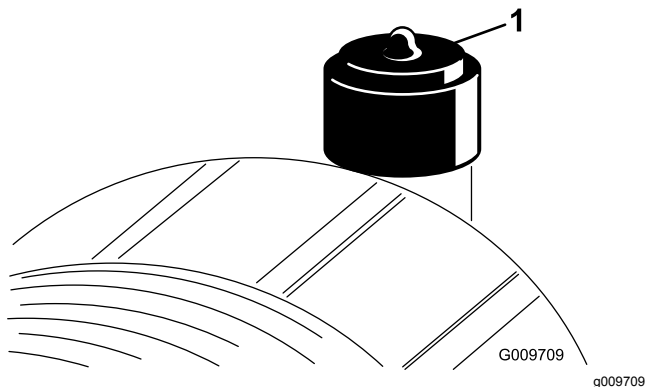

図 29
エアクリーナの整備はインジケータ図 29が赤色になってから行ってください。早めに整備を行っても意味がありません。むしろフィルタを外したときにエンジン内部に異物を入れてしまう危険が大きくなります。
6. インジケータ図 29 が赤になっている場合はリセットする。